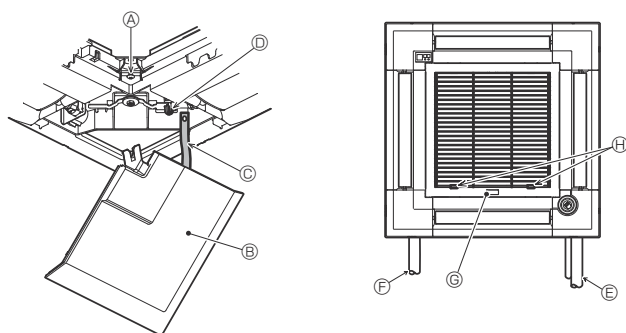

Fig. 9-12
9.5. Installation av insugsgillren (Fig. 9-12)